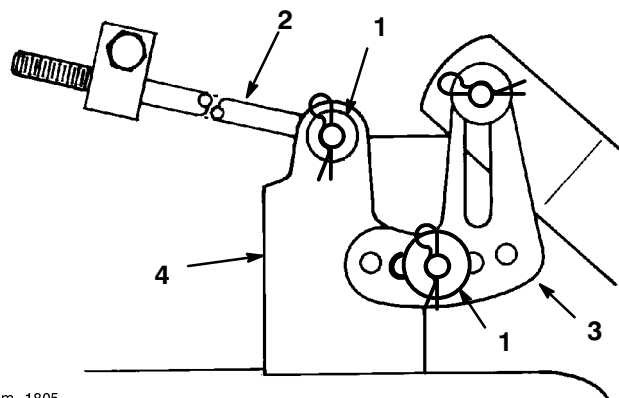

Figure 39
8. Enlevez la goupille fendue et la rondelle en haut de la patte de mise à niveau du plateau de coupe (Fig. 39). Dégagez la patte de l'axe de montage. Répétez la procédure de l'autre côté du plateau de coupe.
9. Enlevez la goupille fendue et la rondelle de l'extrémité de la longue tige (Fig. 39) et glissez la tige hors du support du plateau. Répétez la procédure de l'autre côté du plateau de coupe.